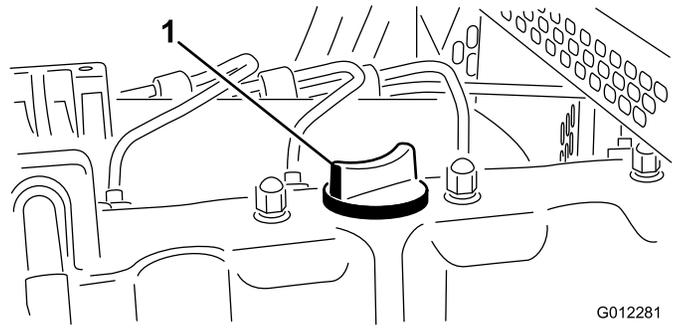

Bild 37
5. Wenn der Ölstand unter der VOLL-Markierung liegt, nehmen Sie den Fülldeckel ab (Bild 37) und gießen Sie genug Öl ein, um den Ölstand bis zur VOLL-Markierung am Peilstab anzuheben.